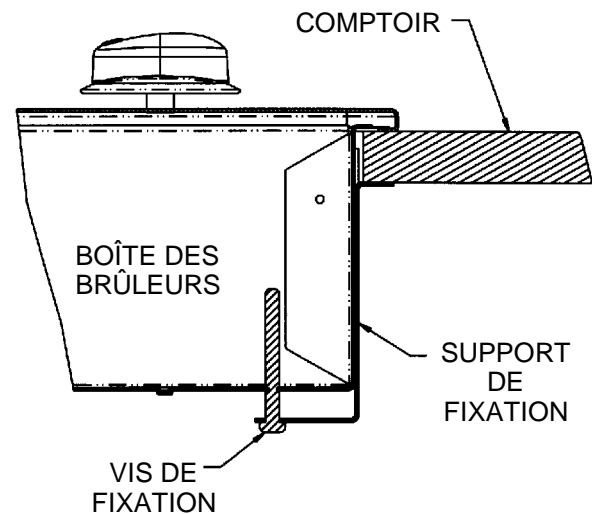

FIGURE 19
4. Enlever les supports de fixation (voir la figure 19).